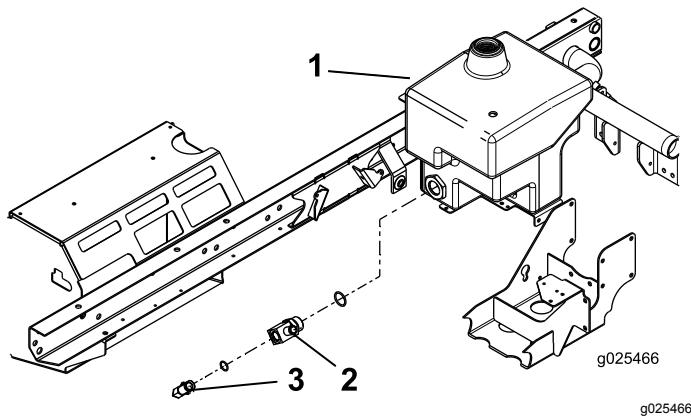

Bild 11
- Befestigen Sie das große T-Anschlussstück lose am Hydraulikbehälter (Bild 11).
- Befestigen Sie das 90-Grad-Anschlussstück im großen T-Anschlussstück (Bild 11).